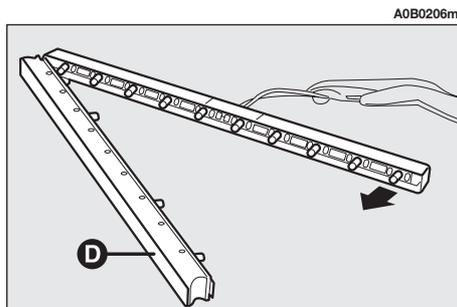

fig. 52
– Rimuovere il trasparente (D-fig. 52) e sostituire la lampada interessata.